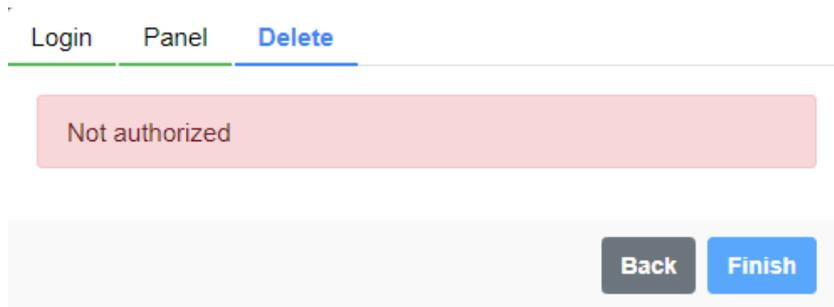

Figura 6.20: Falla al desvincular del MFM el Drive Scan
Paso 15 En caso de éxito, avance al **Paso 16**. En caso de que ocurra algún mensaje de error (Figura 6.20), evalúe su contenido y haga clic en el botón: